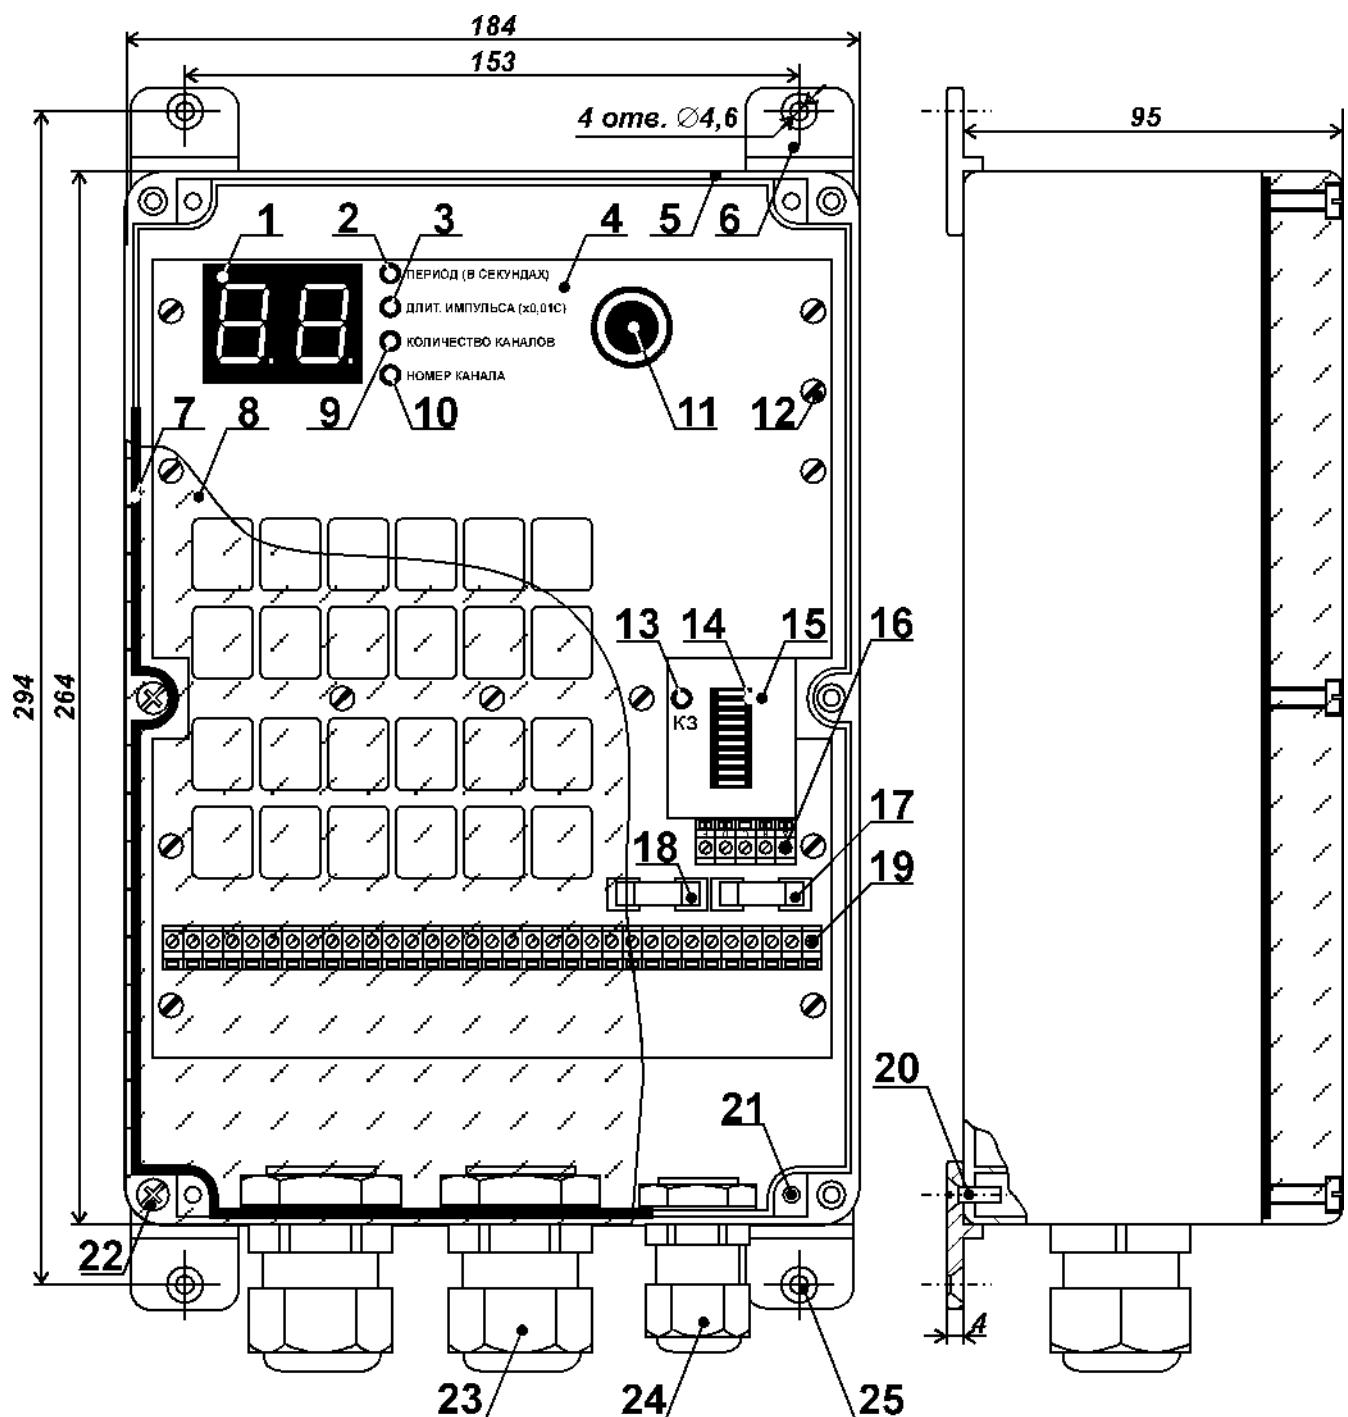

Рис. 1. Конструкция блока А-02-1.
Конструкция блока показана на рис. 1. Электрическая схема блока собрана на печатной плате [поз. 4], которая саморезами [поз. 12] закреплена в корпусе [поз. 5].
7.1. Перед монтажом блока необходимо установить на него кабельные сальники и крепёжные элементы, входящие в комплект поставки (см. рис. 1). Кабельные сальники вставляются в подготовленные отверстия на нижней стенке блока и изнутри закрепляются пластиковыми гайками, которые должны быть затянуты до упора. Затяжка гаек производится рукой, без применения специального инструмента.
Четыре крепёжные пластины [поз. 6 на рис. 1] устанавливаются снаружи и притягиваются к корпусу блока специальными винтами [поз. 20 на рис. 1]. Винты вворачиваются в отверстия [поз. 21 на рис. 1] на пластиковом дне корпуса с помощью отвёртки. Момент затяжки винтов должен обеспечивать надёжную фиксацию крепёжных пластин и не допускать их разрушения.
7.2. Блок устанавливается на стену (колонну) и должен быть надежно закреплён. Монтаж блока ведется с помощью винтов M4 или саморезов диаметром до 4,5 мм, вставляемых в четыре крепёжные отверстия [поз. 25 на рис. 1].
В процессе работы, когда индикаторы [поз. 2, 3, 9 и 10 на рис. 1] не горят, на цифровом табло [поз. 1 на рис. 1] отображается номер канала (выходной клеммы блока), в который будет выдан очередной импульс управления ЭПК.
8.2. Для того, чтобы изменить параметры управляющих сигналов, следует нажать на энкодер [поз. 11 на рис. 1]. При каждом нажатии последовательно включается один из светодиодов [поз. 2, 3, 9 и 10 на рис. 1], указывая на то, какой из параметров может быть изменён. Текущее значение параметра отображается на цифровом табло [поз. 1 на рис. 1]. Увеличение введённого значения осуществляется поворотом энкодера по часовой стрелке, а уменьшение - против.
8.3. При первом нажатии на энкодер загорается индикатор «ПЕРИОД» [поз. 2 на рис. 1] и на цифровом табло отображается текущий период повторения управляющих импульсов (в секундах). При вращении энкодера значение на табло меняется от 1 до 99 секунд с шагом в 1 секунду.
При следующем нажатии на энкодер загорается индикатор «ДЛИТ. ИМПУЛЬСА» [поз. 3 на рис. 1] и на цифровом табло отображается текущая продолжительность управляющих импульсов (в сотых долях секунды). При вращении энкодера значение на табло меняется от 3 до 50 с шагом 1, что соответствует длительности импульса от 0,03 до 0,5 секунд с шагом в 0,01 секунды.
При очередном нажатии на энкодер загорается индикатор «КОЛИЧЕСТВО КАНАЛОВ» [поз. 9 на рис. 1] и на цифровое табло выводится число управляемых ЭПК (от 1 до 24 с шагом 1). На тех клеммах блока, номера которых больше значения на цифровом табло, импульсы встрихивания рукавов фильтра-циклона формировать не будут.
8.5. Если нажать на энкодер в момент, когда горит индикатор «КОЛИЧЕСТВО КАНАЛОВ», то блок переходит в режим, предназначенный для диагностики неисправностей в катушках ЭПК. При этом загорается индикатор «НОМЕР КАНАЛА» [поз. 10 на рис. 1] и управляющие импульсы выдаются только на одну выходную клемму. Её номер отображается на цифровом табло. Вращением энкодера можно выбрать любую из выходных клемм блока (от 1 до 24 с шагом 1) и сравнить между собой токи потребления каждого ЭПК. Это позволяет выявить наличие обрывов, межвитковых или коротких замыканий в их катушках. Для выхода из режима диагностики требуется нажать на энкодер, после чего управляющие импульсы вновь будут распределяться по заданному количеству каналов.